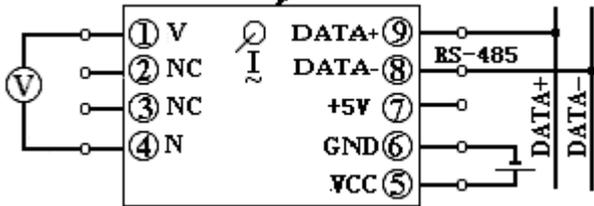

图 3.1.1 双隔离 S3 型产品接线参考图
3.1.4.1 单相两隔离 S3 型产品接线参考图，见图 3.1.1